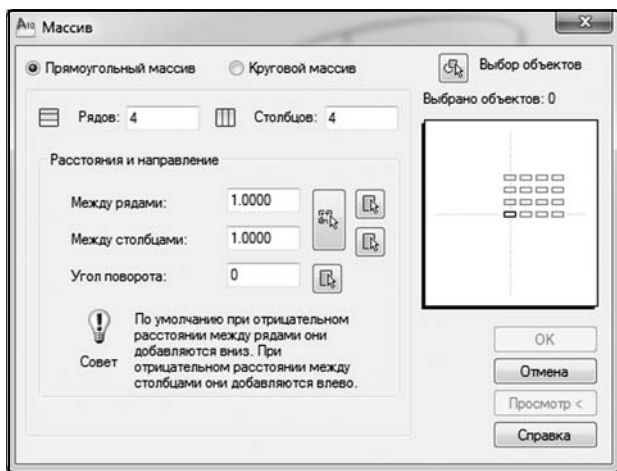

Рис. 4.13. Окно настроек команды «Массив»
2. Активизировать диалоговое окно «Массив» (рис. 4.13).